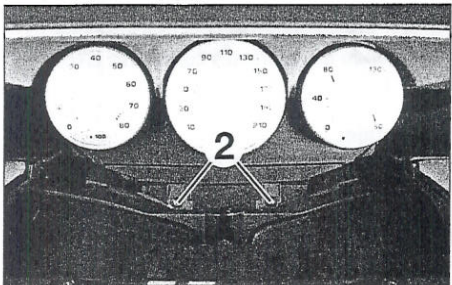

FIGURA 9-17
- Desmontar los tornillos de fijación del cuadro (2) y a continuación tirar de él con precaución (figura 9-17).